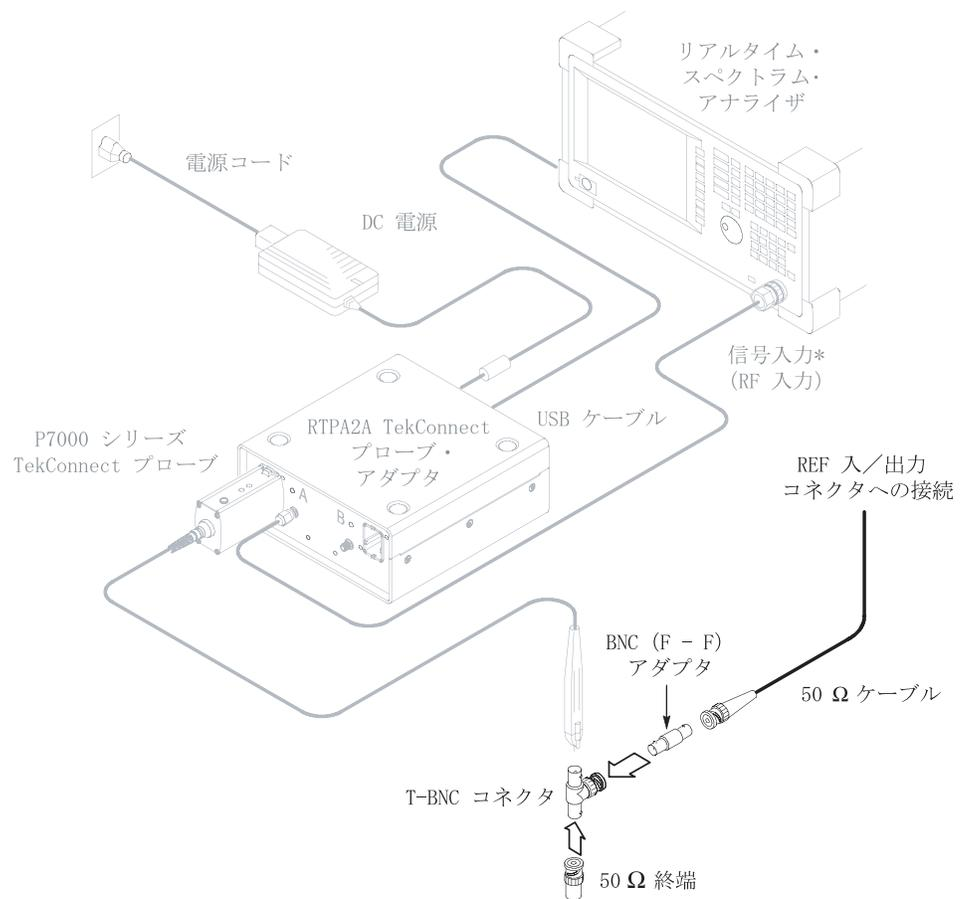

図 7 : 機器とリアルタイム・スペクトラム・アナライザのセットアップ
- b. 50  $\Omega$  ケーブルのもう一方の終端を BNC (F--F) バレル・コネクタに取り付けます。図 7 を参照してください。